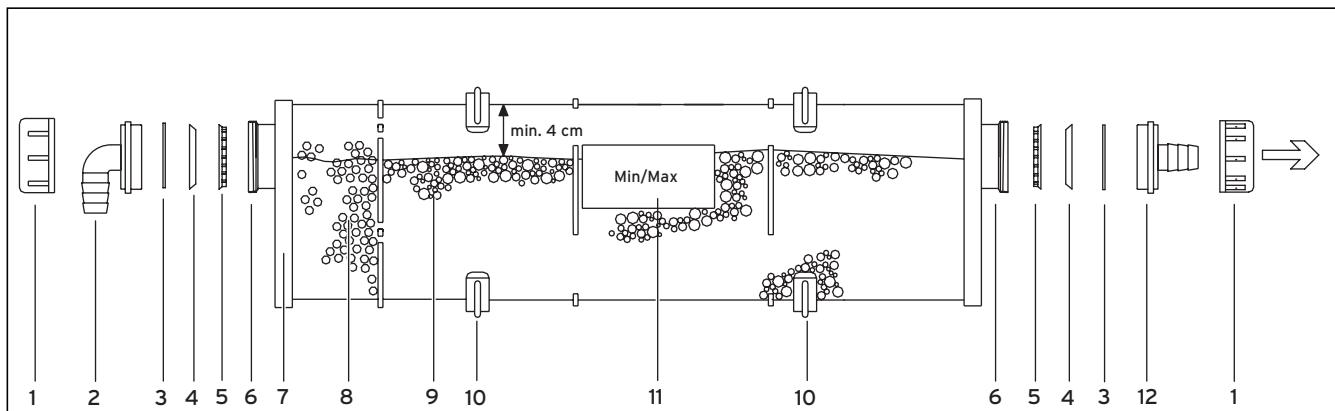

Abb. 3.1 Aufbau Öl-Neutralisations-Einrichtung
- Montieren Sie die Öl-Neutralisations-Einrichtung gemäß Abb. 3.1.
- Füllen Sie die Aktivkohle aus der beigelegten Aktivkohle-Packung in den Aktivkohle-Vorfilter (8) ein.